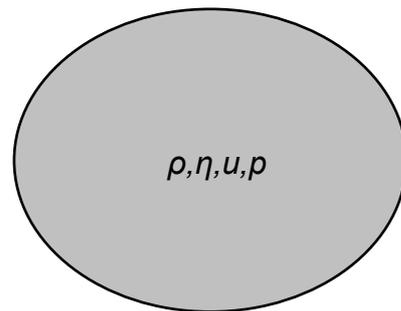

Abbildung 1: Kontinuumsbetrachtung; Zur Beschreibung benötigte Kenngrößen sind: Dichte, Viskosität, Geschwindigkeit und Druck.
- Betrachtung des Simulationsvolumens als Kontinuum und Beschreibung der Fluidynamischen Zusammenhänge mit Hilfe der Navier-Stokes Gleichung (*Abbildung 1*).